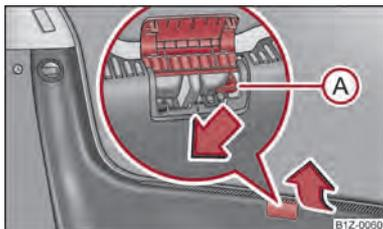

Fig. 17 Destranque de emergência da tampa do porta-bagagens
- Dobre para cima a cobertura da fechadura ⇒ Fig. 17.
- Com a ajuda de um objecto estreito, p. ex. uma chave de fendas, pressione a alavanca de accionamento (A) no sentido da seta até ao batente; a tampa da bagageira é destrancada.